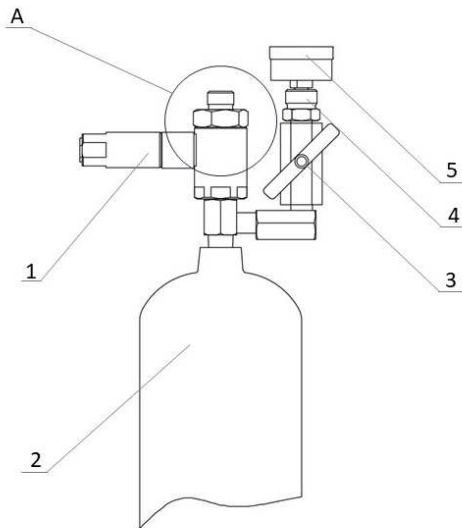

Рис. 9. Конструкция блока рабочего газа.
- Отвернуть рукоятку игольчатого вентиля (рис. 9 поз. 3);
- Произвести снятие показаний (или замену) манометра (рис. 9 поз. 5);